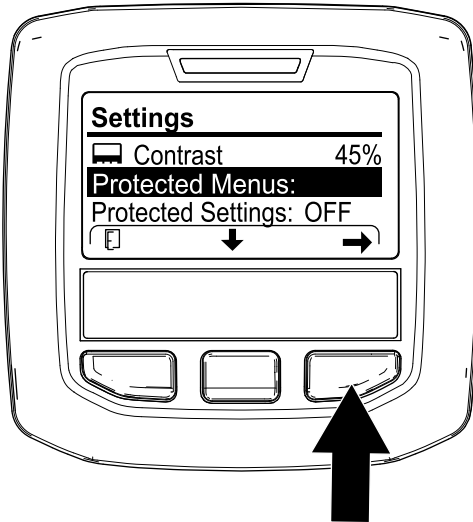

图 123
4. 按中间 InfoCenter 信息中心按钮直至 PROTECTED MENUS 受保护菜单选项被选定 图 123 然后按右侧按钮输入 4 位数 PIN 码如 1 2 3 4。